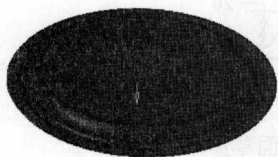
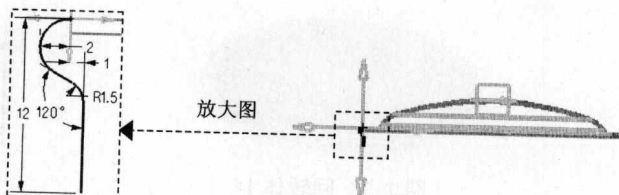

图 1.5 加厚曲面
图 1.6 草图 1
(1) 选择下拉菜单 **插入(I)** → **偏置/比例(O)** → **加厚片体(T)** 命令时，系统弹出“片体加厚”对话框。
(2) 在图形区选取图 1.5 所示的曲面。
(3) 在“片体加厚”对话框中的 **第一偏置** 文本框中输入值 1，单击 **确定** 按钮，完成曲面加厚操作。
Step6. 创建图 1.6 所示的草图 1。
(1) 选择下拉菜单 **插入(I)** → **草图(S)** 命令（或单击  按钮），进入草图环境。
(2) 定义草绘平面。单击“草图生成器”工具条中的  按钮，选取 XC-ZC 平面为草绘平面，单击  按钮。
(3) 绘制图 1.6 所示的草图 1。
(4) 选择下拉菜单 **草图(S)** → **完成草图(F)** 命令（或单击  按钮），退出草图环境，系统回到建模环境。